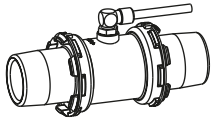

Fig. 2
- Le clapet pneumatique du point d'aspiration (Fig. 2) ouvre et ferme le point d'aspiration.